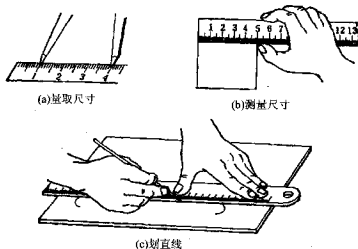

图1-2-3 钢直尺的使用
(1) 钢直尺 钢直尺是一种简单的尺寸量具。在尺面上刻有尺寸刻线,最小刻线距为0.5mm,它的长度规格有150mm、300mm、1000mm等多种。主要用来量取尺寸、测量工件、也可作划直线时的导向工具(见图1-2-3)。